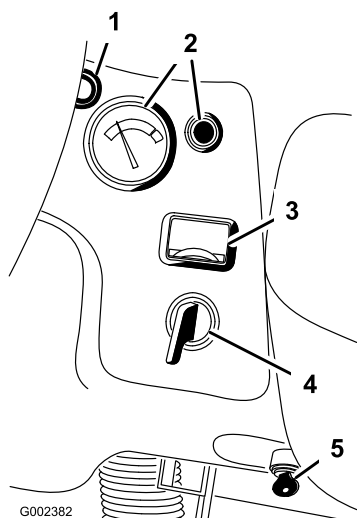

Figura 17
Registra la temperatura del refrigerante nel motore. Funziona soltanto quando l'interruttore di accensione è in posizione On (Figura 17). Se il motore si surriscalda, la spia si accende.
Si accende quando viene scaricata la batteria. Se la spia si accende mentre utilizzate la macchina, fermate il veicolo, spegnete il motore e cercatene la causa, es. la cinghia dell'alternatore (Figura 17).
Indica il totale delle ore di funzionamento della macchina. Il contaore (Figura 17) inizia a funzionare ogniqualvolta viene girata la chiave di accensione in posizione "ON" o se il motore gira.
L'interruttore di accensione (Figura 17), utilizzato per avviare e arrestare il motore, presenta tre posizioni: OFF, RUN (GLOW) e START (spento, marcia (incandescenza) e avvio). Girate la chiave in senso orario, in posizione START, per innestare il motorino di avviamento. Quando il motore si avvia, rilasciate la chiave. La chiave ritorna automaticamente in posizione di marcia (ON). Per spegnere il motore girate la chiave in senso antiorario, in posizione di spento (OFF).
Spostando l'interruttore (Figura 17) in posizione 'lento' e rimuovendo la chiave si impedisce l'utilizzo della terza